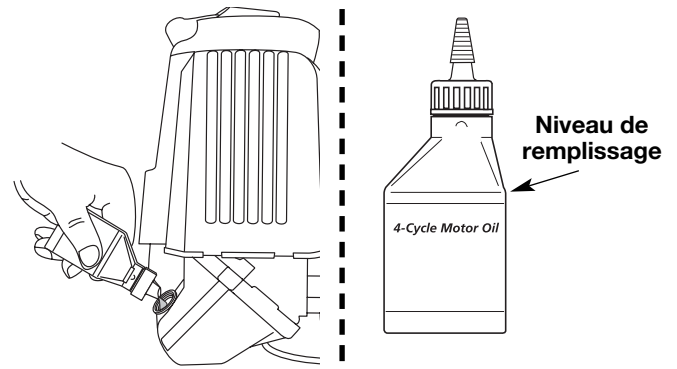
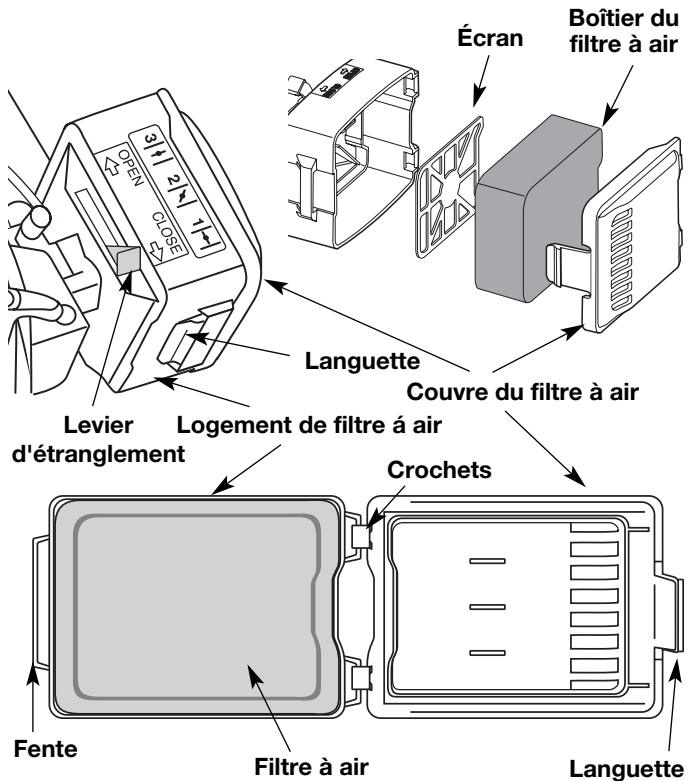

Fig. 18
Fig. 19
REMARQUE : Mesurez la quantité nécessaire à l'aide de la bouteille et de la buse utilisées lors de la mise en service. 90 ml (3,04 oz) correspond environ au haut de l'étiquette de la bouteille (Fig. 19). Vérifiez le niveau d'huile avec la jauge. S'il est trop bas, ajoutez un peu d'huile par l'orifice et revérifiez (Fig. 18). Ne remplissez pas trop.
2. Retirez le filtre à air et l'écran derrière lui (Fig. 19).
- Remplacez le filtre et l'écran (Fig. 19).